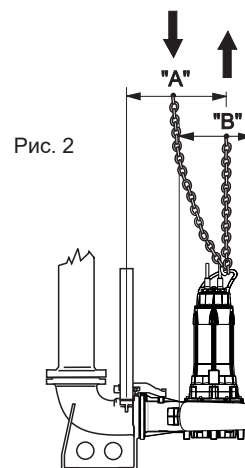

Рис. 2
1.5. - Если необходимо снять электронасос со своего места, прежде всего отсоедините электрические кабели от панели управления и поднимите его, как указано на стр. 98 (рис. 2). Очистите электронасос снаружи и внутри струей чистой воды от возможных остатков перекачиваемой жидкости, используя защитные очки, резиновые перчатки, маску и непромокаемый фартук.